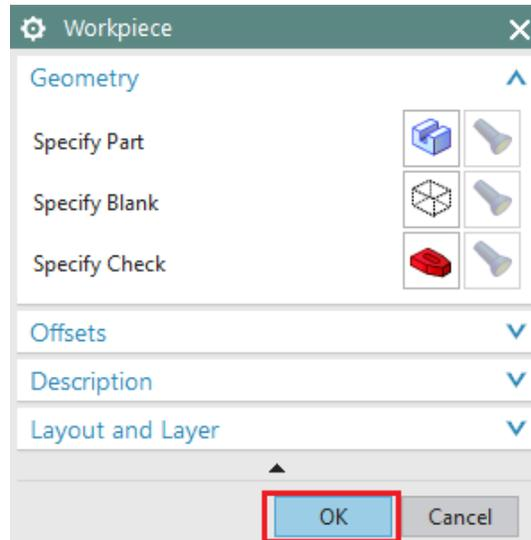

Figura 4.10 Workpiece
- En la pestaña **Workpiece**, realizar los siguientes arreglos, al terminar dar click en *Ok* (Figura 4.10):